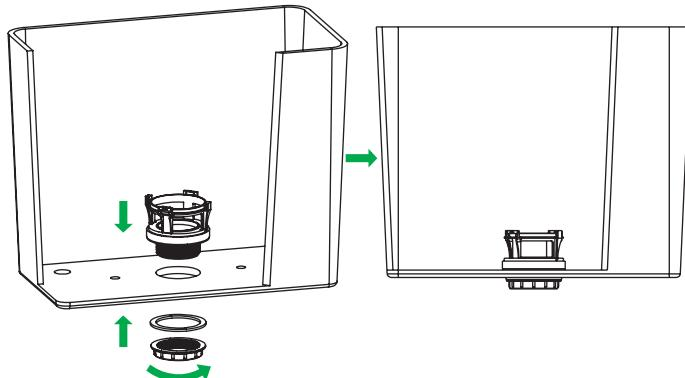

Рис. 7 / 7-суп.
- Установите седло клапана в днище бачка (рис. 7).